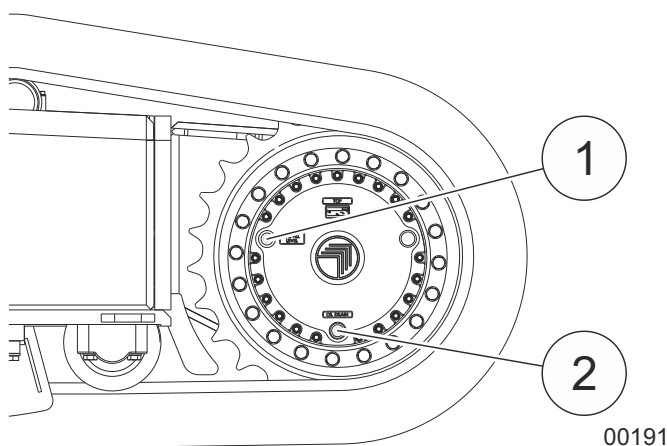

Fig. 29 Pontos de lubrificação (1) e (2) da unidade de deslocamento
1	Posicione a máquina em terreno plano e sólido. Posicione os pontos de lubrificação (1) na Fig. 29 e (2) na Fig. 29 conforme mostrado.
4	Solte lentamente o fecho do ponto de lubrificação (1) na Fig. 29 até que o óleo escape através do furo roscado. Se óleo demais escapar, aperte o fecho.
6	Para fazer isso, retire completamente o fecho (1) na Fig. 29. Abasteça com óleo novo por meio do furo roscado até que ele escape pelo furo.
7	Aperte o fecho (1) na Fig. 29.